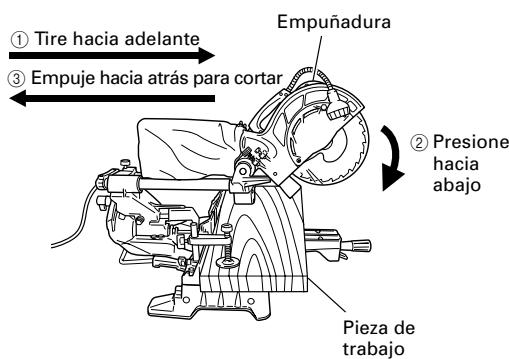

Fig. 28
Después presione hacia abajo la empuñadura y deslice la hoja de sierra hacia atrás para cortar la pieza de trabajo como se indica en la Fig. 28. Esto facilitará el corte de piezas de trabajo de hasta 2-9/16" (65mm) de altura y 12-1/4" (312mm) de anchura.
- \* Para el corte deslizable, siga los procedimientos indicados en la Fig. 28 anterior. El corte deslizable hacia adelante (hacia el operador) es muy peligroso porque la hoja de sierra puede salir despedida de la pieza de trabajo. Por lo tanto, deslice siempre la empuñadura alejándola de usted mismo.